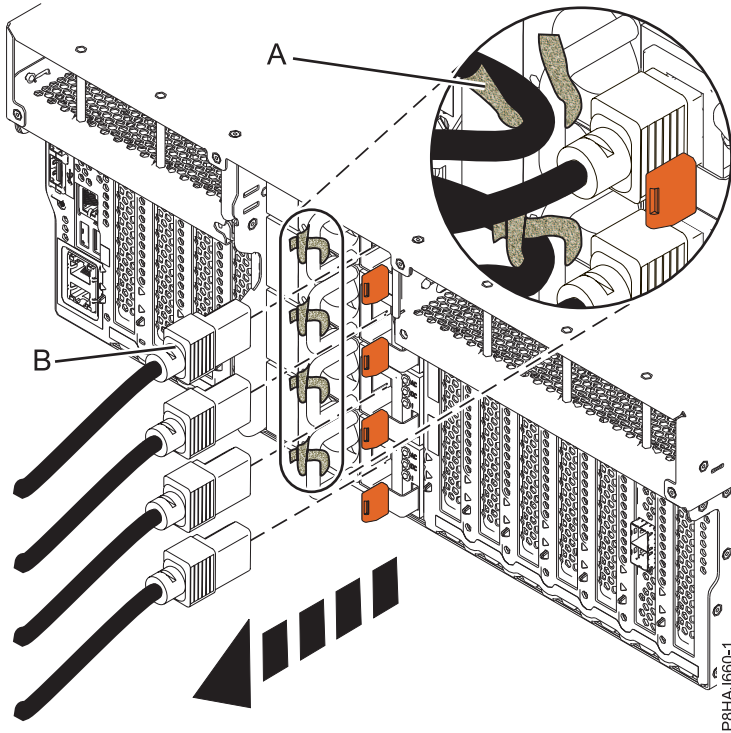
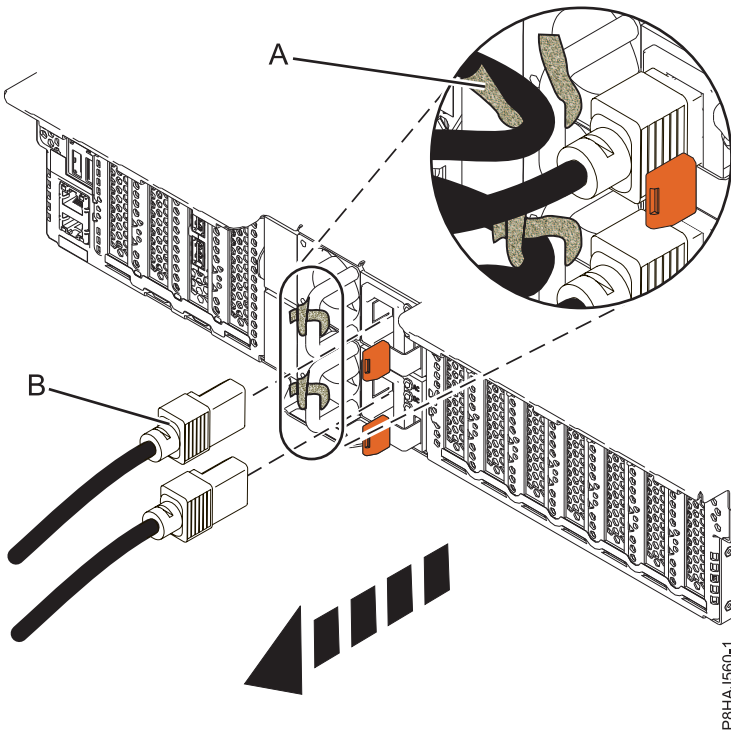
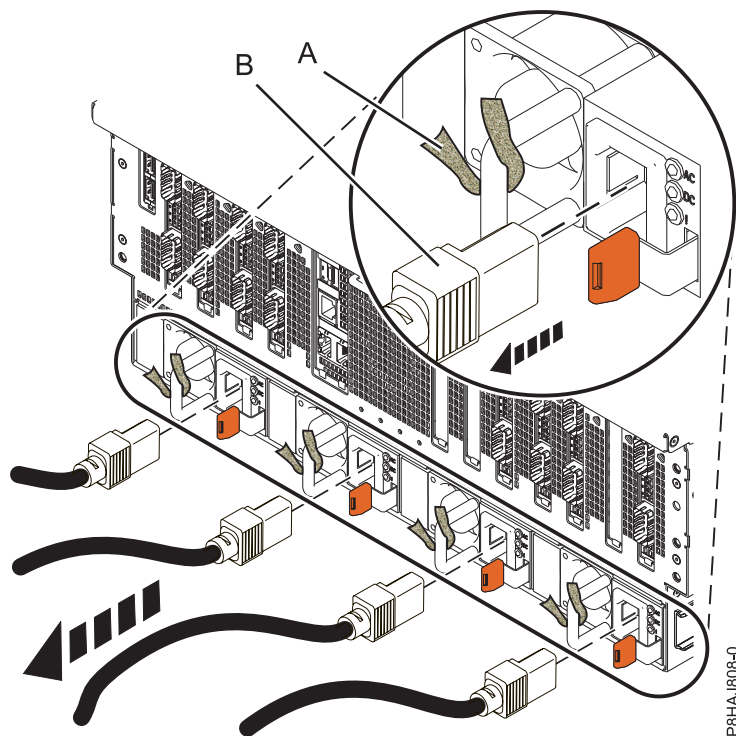

Figura 34. Extracción de los cables de alimentación de un sistema 8247-42L, 8286-41A o 8286-42A
Figura 35. Extracción de los cables de alimentación de un sistema 5148-21L, 5148-22L, 8247-21L, 8247-22L, 8284-21A o 8284-22A
Figura 36. Extracción de los cables de alimentación de un sistema 8408-44E o 8408-E8E
3. Desconecte los cables de alimentación (**B**) de la unidad del sistema. Consulte la Figura 34 en la página 50, la Figura 35 en la página 50 o la Figura 36 en la página 51, dependiendo del tipo de sistema.